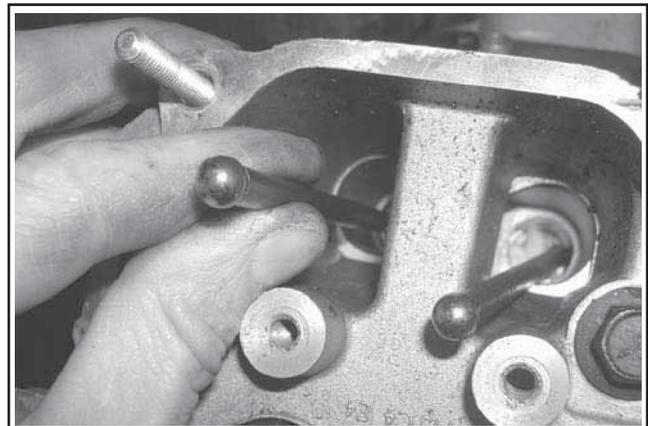

Figure 11-45. Monter les tiges des poussoirs dans leurs positions d'origine.
1. Noter le repère ou l'étiquette d'identification des poussoirs pour l'admission ou l'échappement et les cylindres 1 ou 2. Tremper les extrémités des bielles dans de l'huile moteur et les monter en veillant à ce que chaque bille de la tige de poussoir se loge dans sa gorge. Voir la Figure 11-45.